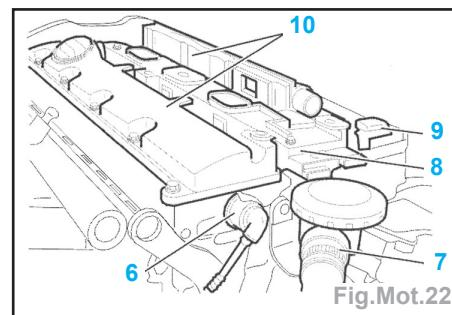

Fig.Mot.22
- Désaccoupler (Fig.Mot.22) :
- le tuyau (6) de réaspiration d'huile,
- le tuyau d'admission d'air à l'échappement (7).